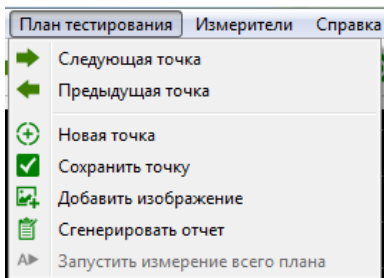

Рисунок 20. Пункт меню "План тестирования" ПО EPLab.
3. В меню "План тестирования" (Рисунок 20) выберите пункт "Добавить изображение" и укажите путь к изображению эталонной платы. В открывшемся окне с изображением платы установите первую имеющуюся точку с номером "0" на требуемую контактную площадку на плате.